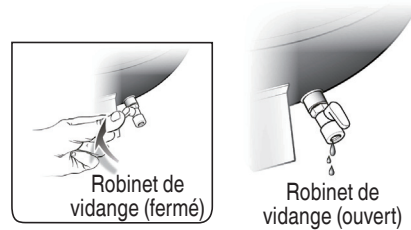

Fig. 8
Pour vider le réservoir : (Fig. 8)
- Ouvrir le robinet de vidange qui se trouve sous la partie inférieure du réservoir (Fig. 8). La pression du réservoir doit être en dessous de 10 psi lors de la vidange du réservoir.